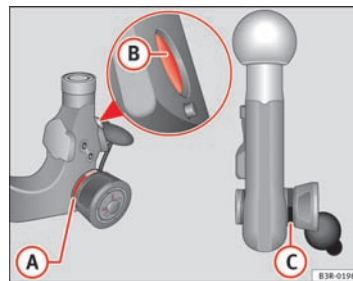

Fig. 165 Dispositif d'attelage amovible : boule d'attelage
- Vérifiez si le repère rouge **A** ⇒ page 217, fig. 165 de la molette se trouve dans la zone du repère noir de la boule d'attelage.